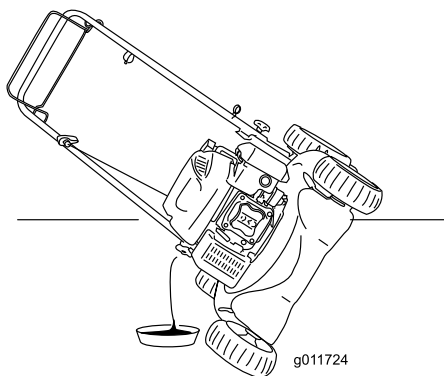

Figura 37
- Coloque la máquina de lado con la varilla de aceite hacia abajo para drenar el aceite usado a través del tubo de llenado de aceite (Figura 37).